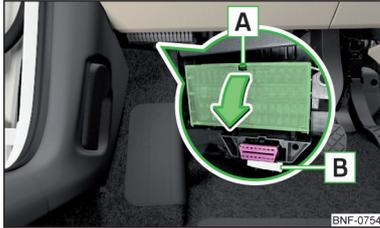

Abb. 165
Die Sicherungen befinden sich unter dem Lenkrad auf der Unterseite der Schalttafel » Abb. 165.
- Die Sicherungslasche **A** drücken » Abb. 165.